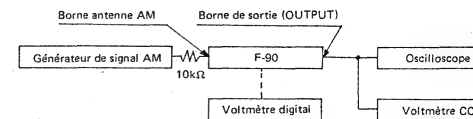

Fig. 11-1 Schéma de branchement pour le réglage AM
- Effectuer les branchements comme indiqué sur la Fig. 11-1.
- Mettre le commutateur AM en position marche (ON), et le commutateur vérification de niveau d'enregistrement (REC LEVEL CHECK) en position arrêt (OFF).